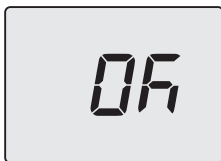

Figura 8.7
- Premendo il tasto 15 (Figura 8.1) si ottiene la conferma del valore inserito. Il display visualizzerà per 5 sec. quanto segue (Figura 8.7) poi, si porterà al livello superiore.